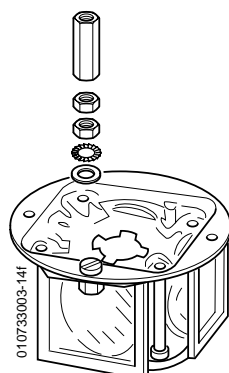

FIG. 7
- 8) Repositionner le bloc optique sur les 2 tiges filetées en veillant à ce qu'il soit en appui correct sur son support (FIG. 7).
- 8) Put back the optical block in position on the 2 threaded rods and check it is fixed properly on its support (FIG. 7).